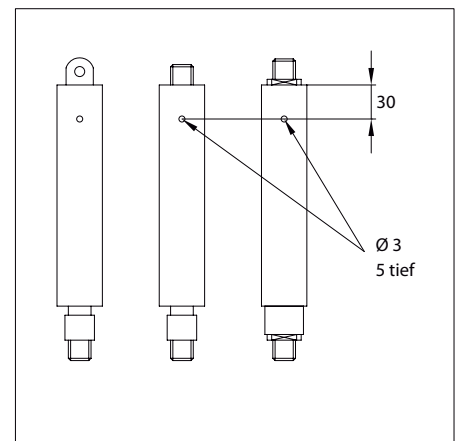

Bild 3
- 3) Zugfedern: Bohrung gemäß Bild 3 ca. 30 mm vom Zylinderboden anbringen.